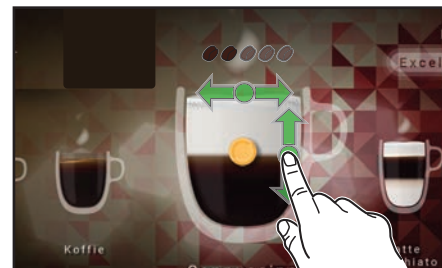

Fig. 4.6 - "Lav din egen"- styrke> forhold
- **DRIKKEVARESTYRKE** - flyt puk, som er placeret i midten af koppen, til venstre eller til højre (kaffebønner er fremhævet, hvilket angiver drikkevarens styrke) (fig. 4.6)
- **FORHOLDET MELLEMM INGREDIENSER** (gælder for blandede drikkevarer) - flyt puk op eller ned for at justere ingredienserne (fig. 4.6).